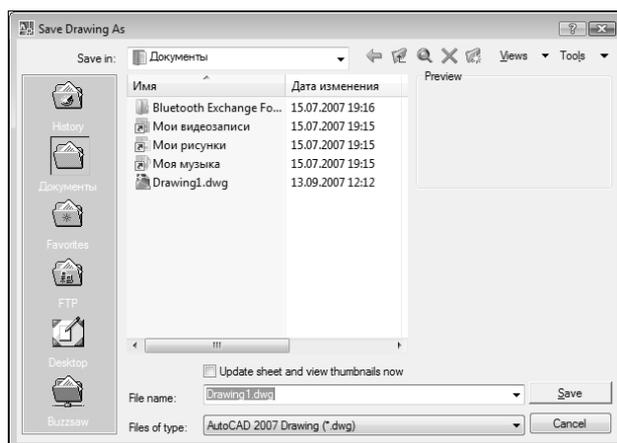

Рис. 3.13. Диалоговое окно **Save Drawing As**
1. Щелкните на кнопке **Save** панели инструментов **Standard** или выберите из меню команду **File**⇒**Save** либо введите в командном окне команду **QSAVE** или нажмите клавиши **<Ctrl+S>**. Откроется диалоговое окно **Save Drawing As** (рис. 3.13).